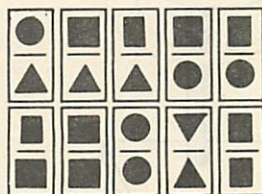

図6
(5) 簡単な紙袋の製作により、型紙使用のけがき・切断・接着の知識と技能を定着させ発達させる（2時間）。
(6) 型紙を使って、曲線切断作業入門（2時間）。
(7) 簡単な幾何学的図形の製作のさい、同じものをいくつか製作する作業によって、既習の知識・技能を定着させ、数学の授業で習得した。幾何学的形をきめる知識・技能を利用し深化させる（2時間）。→作業例は幼稚園で使われる並べ遊具、他教科の学習のため補助具（図6）。